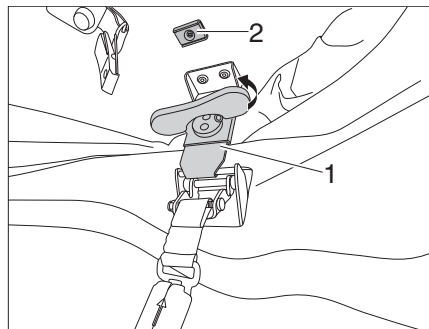
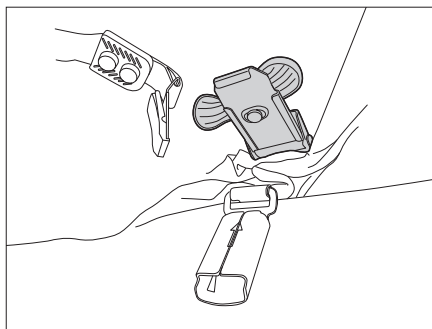

Bild 33 Verriegelungen entspannen
Bild 34 Verriegelung fixieren
- Drehgriffe der linken und rechten Verriegelung (Bild 33,1) aufstellen und gegen den Uhrzeigersinn drehen, bis die Verriegelungen entspannt sind.
- Drehgriff wieder nach unten klappen und den Verriegelungsmechanismus am Magnet (Bild 33,2) fixieren (Bild 34).